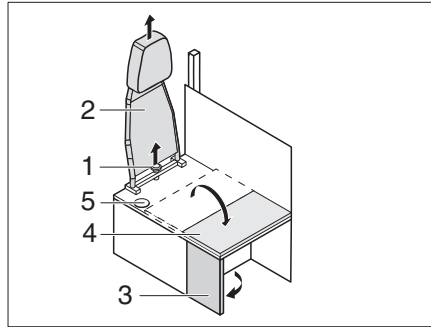

Bild 186 Umbau Fahrbetrieb - Wohnbetrieb
- Sternschraube (Bild 186,1) abschrauben und Rückenlehne (Bild 186,2) nach oben abnehmen.
- Seitenwand (Bild 186,3) ausklappen.
- Sitzbankverlängerung (Bild 186,4) auf die Seitenwand klappen.
- ▷ Beim Umbau vom Wohnbetrieb zum Fahrbetrieb in umgekehrter Reihenfolge verfahren. Darauf achten, dass der Sicherheitsgurt durch die Öffnung (Bild 186,5) geführt wird.